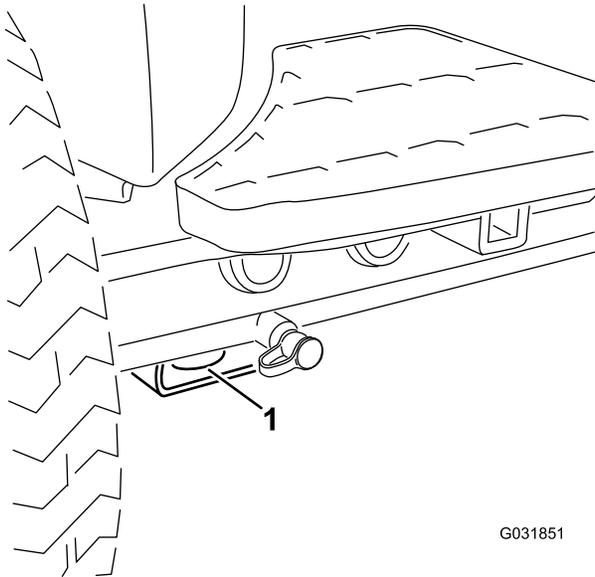

Figura 70
- Dianteira – o orifício na pastilha retangular, por baixo do tubo do eixo, dentro de cada pneu dianteiro (Figura 70)